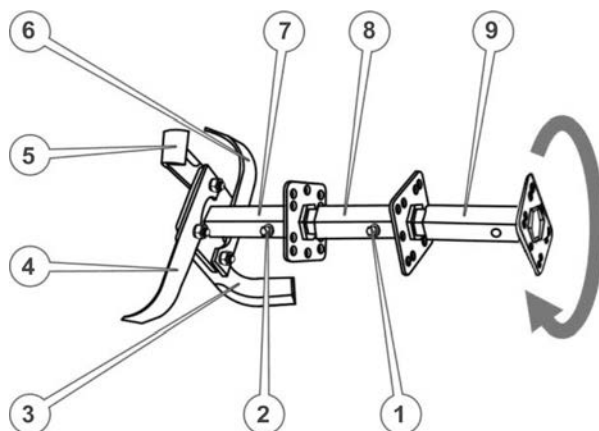
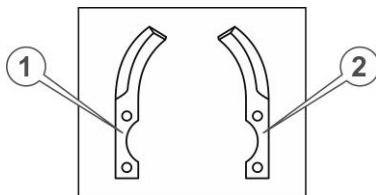

Рисунок 9 – Ґрунтофреза
Рисунок 10 – Ножи ґрунтофрези
1. Вставити додаткову маточину ротора в шестигранний отвір основної маточини та зафіксувати пальцем із шплінтом (див. рис. 9), щоб уникнути можливого осьового зсуву.
2. Взяти з комплекту ґрунтофрези по одному лівому і правому ножу (див. рис. 10).
3. Прикласти ножі (наприклад поз. 1 та поз. 2 див. рис. 10) до кріпильного квадрата маточини уздовж двох суміжних сторін цього квадрата таким чином, щоб квадрат опинився всередині загинів ножів, загострені частини ножів були направлені в напрямку обертання (як зазначено стрілкою на рис. 9), кріпильні отвори ножів збіглися з отворами квадрата, при цьому кінцевий отвір одного ножа (поз. 3) збігся із серединним отвором іншого ножа (поз. 4). Утримуючи ножі в такому положенні, вставити в отвір кріпильний палець та зафіксувати шплінтом.